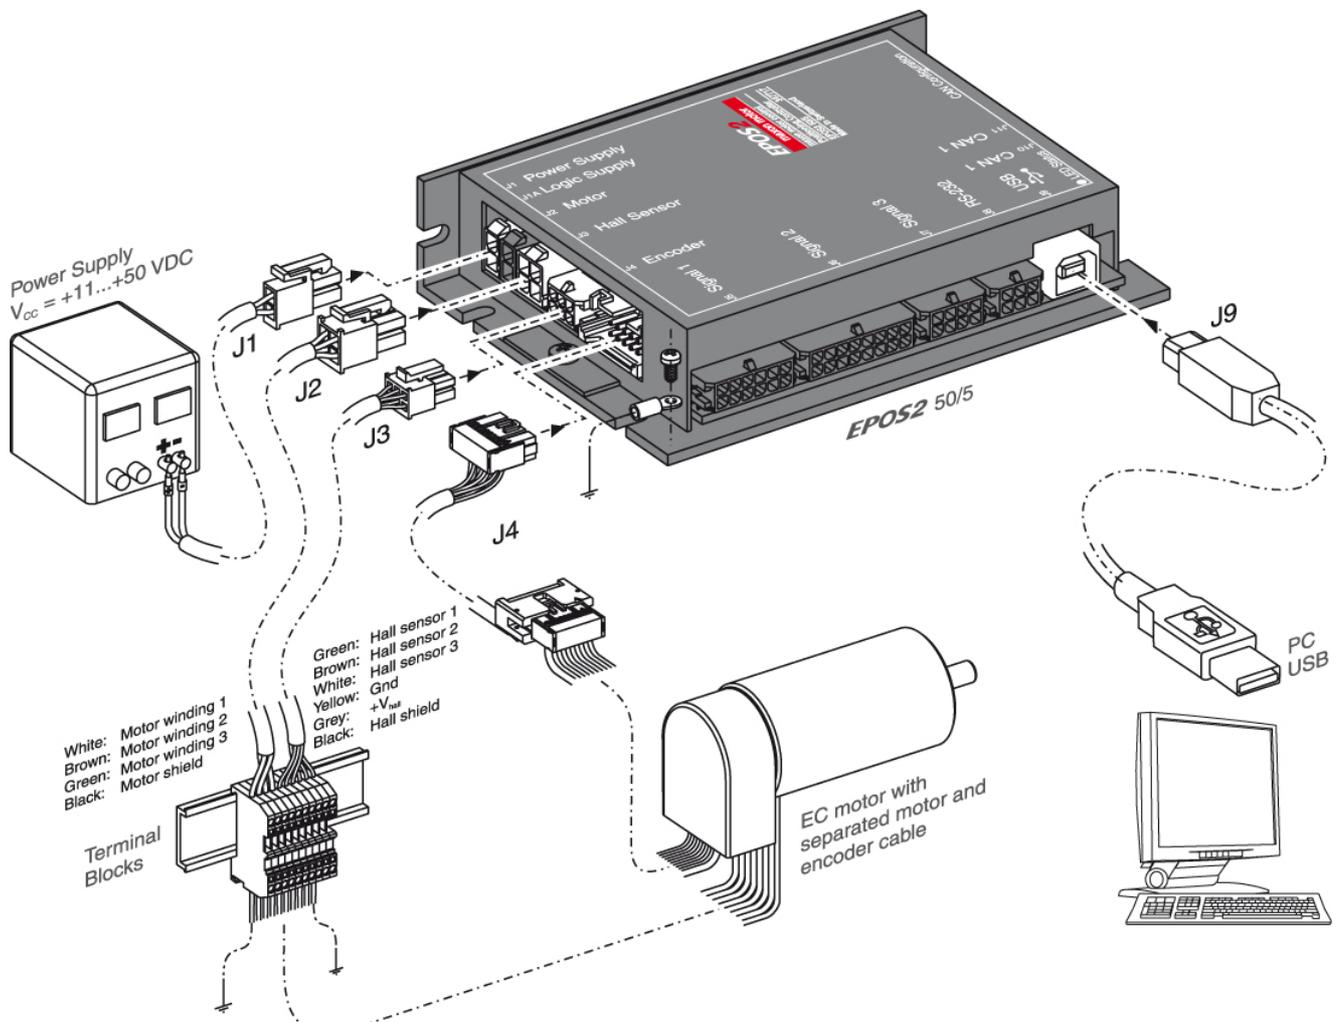

図 3-4 最小限の配線 : maxon EC motor
- 2) 下表および下図をご参考に配線作業を行って下さい。(→ 表 3-5 および 図 3-4)